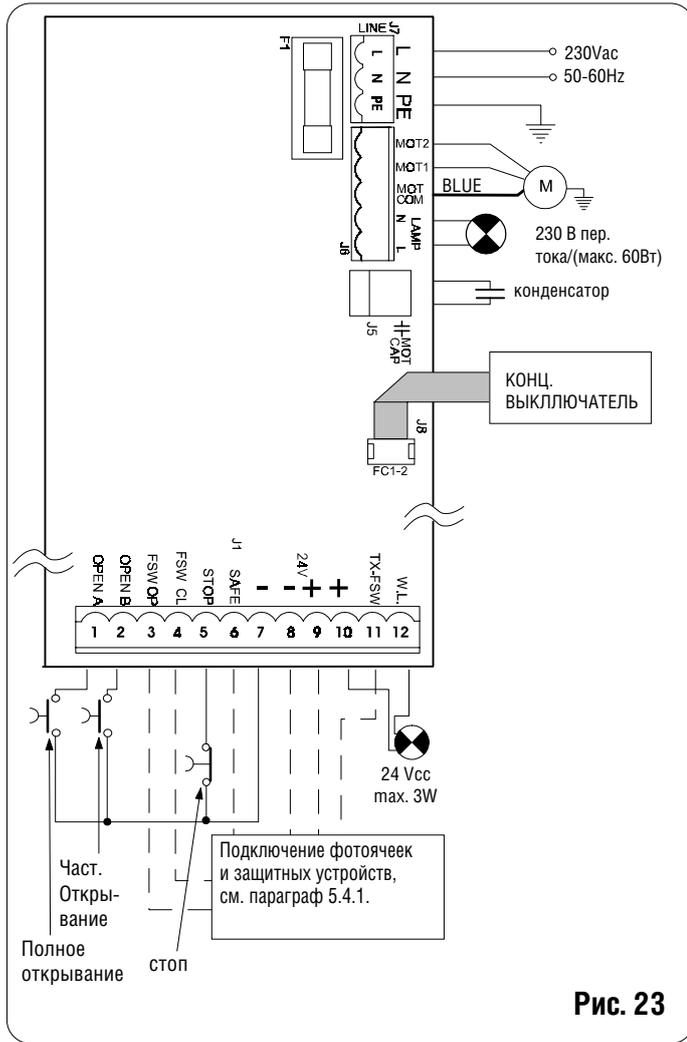

Рис. 23
5.4.2. J7 Клеммная колодка - энергопитание (рис. 23)
5.4.3. J6 разъем на блоке служит для подключения к блоку электродвигателя и сигнальной лампы (рис. 23)